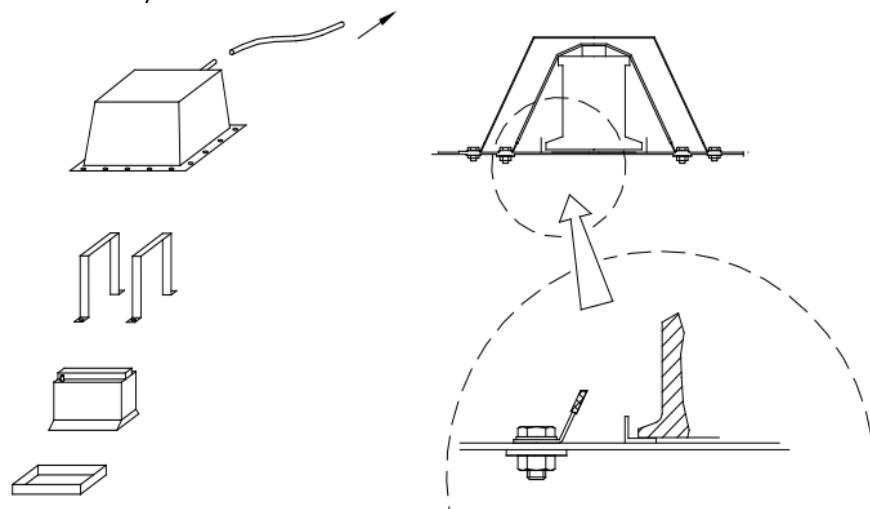

Рис. 5.7. Крепление аккумуляторной батареи.
- Если первоначальное месторасположение аккумуляторной батареи изменено, то она должна быть полностью закрыта электроизолирующим колпаком. Батарея должна быть прикреплена к кузову с использованием металлического гнезда и двух металлических хомутов (не менее 5 мм в диаметре) или металлических пластин (толщина не менее 3 мм, ширина не менее 25 мм) с любым изоляционным покрытием, прикрепленных к основанию болтами и гайками (Рис. 5.7). Для крепления хомутов и пластин должны быть использованы болты диаметром не менее 10 мм, под каждым болтом должна размещаться контршайба толщиной не менее 3 мм, покрывающая не менее 20 cm^2 площади кузова. Допускается крепление батареи оригинальными деталями, если таковые предусмотрены для крепления в этом же месте (например, для крепления в багажнике у суперформенных автомобилей).